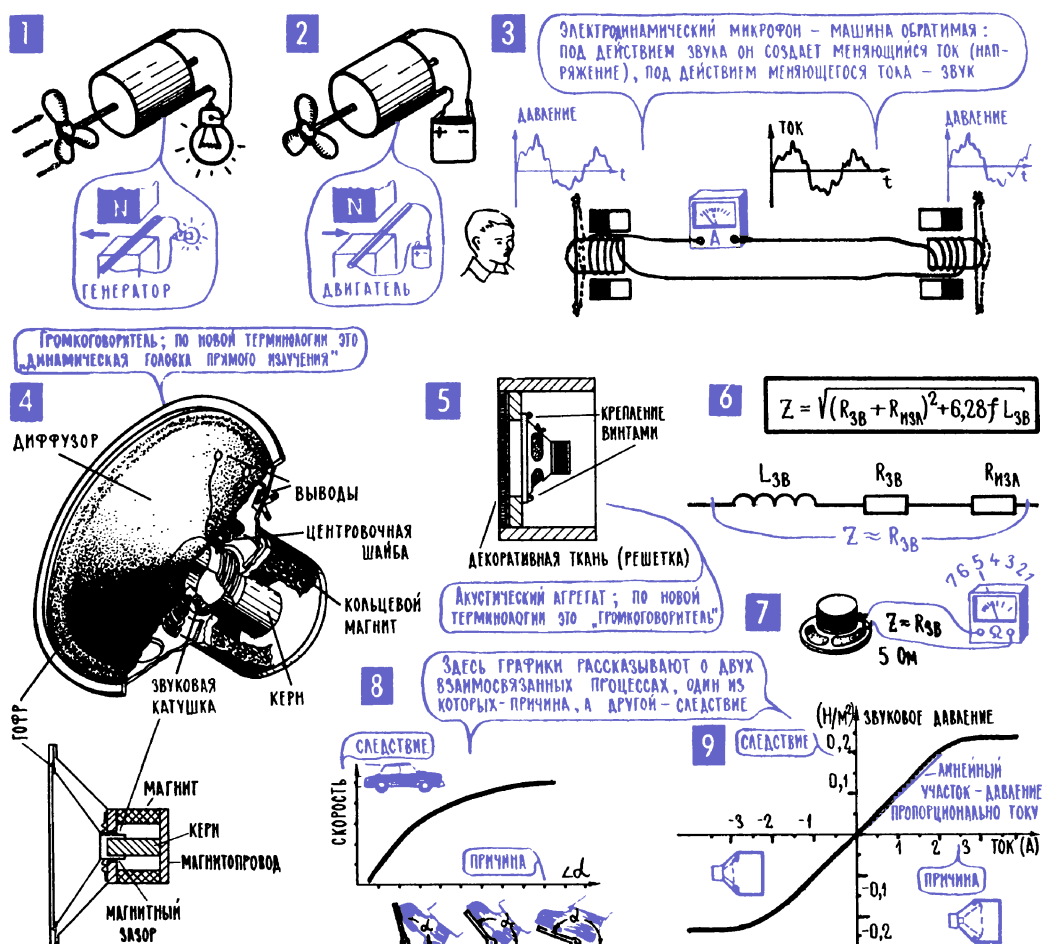
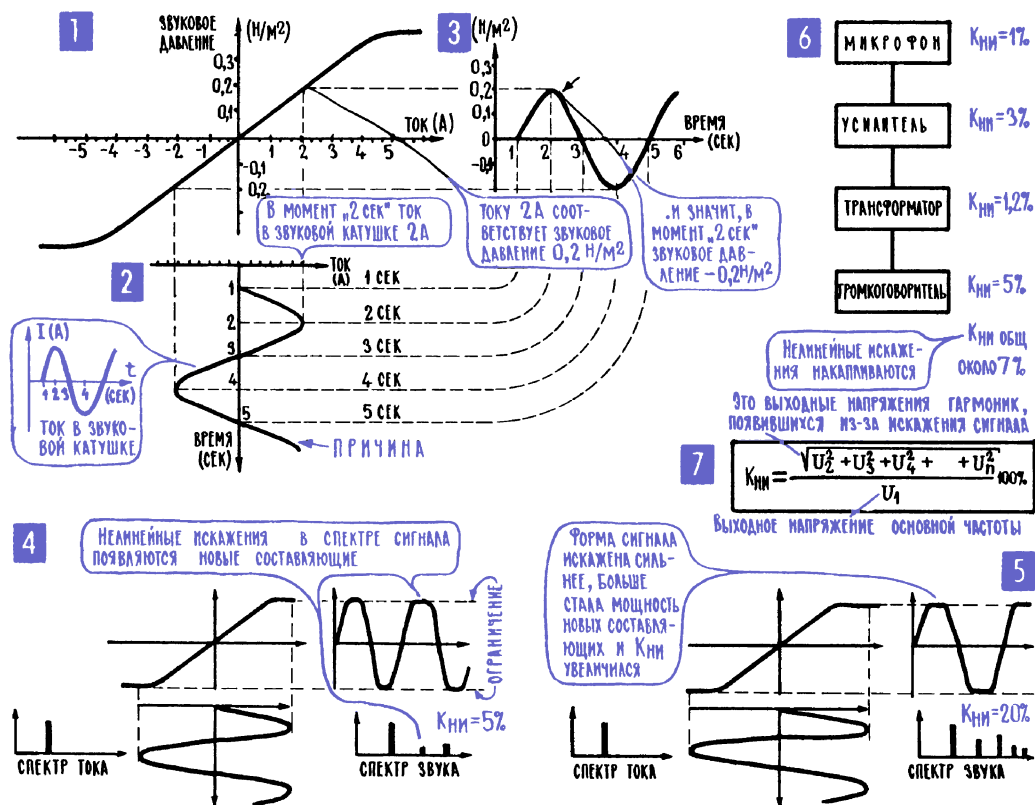

Рис. 8.6. Громкоговоритель (динамик) и его свойства
Рис. 8.7. Искажения в громкоговори́теле (динамике)
4. Громкоговоритель создает звуковую копию электрического сигнала. Многие типы электрических генераторов являются машинами обратимыми – они могут работать двигателями, если подать на них напряжение (см. далее рис. 8.6; 1, 2). Точно так же многие типы микрофонов могут производить обратное преобразование – создавать звуковые волны, используя энергию электрического сигнала. Если к определенным граням пьезокристалла подвести напряжение, то в результате все того же пьезоэффекта произойдет некоторая деформация кристалла. А если подвести к нему переменное напряжение, то деформация будет идти непрерывно, кристалл будет двигаться и излучать звуковые волны.
6. Основные детали динамического громкоговорителя: корпус, магнитная система, звуковая катушка, система подвеса катушки, диффузор. Устройство электродинамического громкоговорителя, или, короче, динамического громкоговорителя, или, еще короче, динамика, показано на рис. 8.6; 4. Недавно громкоговоритель стали называть динамической головкой прямого излучения, а название «громкоговоритель» передали мощным акустическим системам, в них обычно входит несколько таких головок, которые мы по старинке будем все же называть громкоговорителями – десятки лет существовало такое название, оно навсегда осело в миллионах радиолубительских книжек и статей.
7. Две важные характеристики громкоговорителя – сопротивление звуковой катушки и электрическая мощность. Чтобы громкоговоритель излучал звуковые волны, к его звуковой катушке нужно подвести низкочастотный электрический сигнал – переменное напряжение. Под действием этого напряжения по звуковой катушке пойдет низкочастотный переменный ток, он создаст магнитное поле катушки, оно начнет взаимодействовать с полем постоянного магнита, и катушка придет в движение. Каким будет этот ток, а значит, и интенсивность движения диффузора, зависит не только от напряжения. В соответствии с законом Ома это еще зависит от сопротивления звуковой катушки. Сопротивление это – характеристика сложная, его величину определяют несколько физических процессов. Здесь и обычное активное сопротивление проводов, и те затраты энергии, которые связаны с излучением звуковых волн, и, наконец, индуктивное сопротивление катушки – она, правда, содержит лишь несколько десятков витков, имеет небольшую индуктивность $L_{зв}$, однако на самых высших звуковых частотах и эта индуктивность создает заметное индуктивное сопротивление (гл. 6; 16, рис. 8.6; 6), которое прибавляется к чисто активному, как иногда еще говорят, омическому сопротивлению проводов катушки $R_{зв}$.
Общее сопротивление, которое образуется и чисто активным, и реактивным сопротивлением (индуктивным или емкостным, или обоими одновременно), называют комплексным сопротивлением и обозначают буквой z . Поскольку индуктивная составляющая комплексного сопротивления катушки $z_{зв}$, как и всякая другая индуктивная составляющая, меняется с частотой (гл. 6; 16), то и общее комплексное сопротивление катушки тоже меняется с частотой. В справочных данных сопротивление звуковой катушки $z_{зв}$ указывают для частоты 1000 Гц. Обычно оно всего на 10–20 % больше чисто активного сопротивления катушки, и поэтому, смирившись с некоторой погрешностью, можно считать сопротивлением звуковой катушки именно величину $R_{зв}$. Это очень удобно, потому что $R_{зв}$ можно легко измерить омметром (рис. 8.6; 7).
Шофер нажимает на педаль акселератора, или, как ее часто называют, педаль газа, и автомобиль набирает скорость. Первый из этих двух процессов (нажатие на педаль) есть причина, второй (увеличение скорости автомобиля) – следствие. Об их взаимосвязи можно рассказать словами или формулой, но проще всего с помощью графика. График (рис. 8.6; 8) покажет, что чем больше угол α отклонения педали, тем выше скорость автомобиля – водитель сильнее нажимает на педаль, в цилиндры двигателя поступает больше горючей смеси. Вначале с увеличением угла α скорость увеличивается довольно резко, но затем график идет все более полого. В значительной мере это объясняется тем, что с ростом скорости автомобиля возрастают разного рода потери энергии, например потери, связанные с завихрениями встречного воздуха. Да и мощность двигателя приближается к своему пределу.
Аналогичный график (рис. 8.6; 9) «причина – следствие» хорошо иллюстрирует и работу громкоговорителя. Причиной здесь будем считать ток в звуковой катушке, следствием – то избыточное давление воздуха, которое создает диффузор (гл. 8; 6). Для начала рассмотрим крайне упрощенную картину – диффузор помещен в небольшую замкнутую камеру и совсем уже напоминает поршень насоса. Чем больше ток в звуковой катушке, тем сильнее она втягивается в магнитное поле постоянного магнита, тем дальше выдвигается диффузор и тем, следовательно, больше давление перед ним. А если поменять направление тока (это обратное направление тока
В нашем конкретном примере (рис. 8.6; 9) линейный участок соответствует токам от -2 А до $+2$ А. За этими пределами, то есть при токах более сильных, чем $+2$ А и -2 А, характеристика загибается, становится нелинейной. Протяженность линейного участка практически и определяет ту электрическую мощность, которую можно подводить к громкоговорителю, а значит, и мощность излучаемого звука.
За основу берем характеристику «ток – давление» (рис. 8.6; 9, рис. 8.7; 1) именно она показывает, как зависит давление перед диффузором от тока в звуковой катушке, а значит, именно эта характеристика позволит узнать, каким будет звуковой сигнал, как будет меняться звуковое давление, если меняется ток.
К характеристике «ток – давление» пристыковываем график тока (рис. 8.7; 2), повернув его, положив его на бок с таким расчетом, чтобы ось тока этого графика совмести́лась с осью тока на характеристике «ток – давление» (рис. 8.7; 1). Эта операция – всего лишь стремление к удобству: теперь мы сможем легко и быстро от одного графика переходить к другому, для этого достаточно провести между ними короткую пунктирную линию. Отметим, например, что в момент 2 с ток в звуковой катушке равен 2 А, и тут же перейдем к характеристике «ток – давление», определим, что под действием тока 2 А громкоговоритель создаст звуковое давление 0,2 Н/м². И подведем итог – в момент 2 с перед диффузором будет давление 0,2 Н/м². Отсюда уже остается буквально один шаг до графика звукового сигнала. Пристыкова́в к характеристике «ток – давление» две перпендикулярные
оси (рис. 8.7; 3), будем определять звуковое давление для разных моментов времени и строить график звукового сигнала.
11. Нелинейные искажения: в спектре сигнала появляются посторонние составляющие. Совмещенные графики – характеристики «ток – давление», график тока и график звука – подробно рассказывают, как создается звуковой сигнал и каким он получается. Говорят они, в частности, о том, что частота звука равна частоте тока, что с увеличением амплитуды тока растет и амплитуда звукового сигнала, что характер изменения звука, форма его графика, в точности повторяет график электрического сигнала (рис. 8.7; 2, 3).
Этот последний вывод, однако, справедлив только в случае, если ток не выходит за пределы линейного участка характеристики «ток – давление». Если же ток заходит в область загибов этой характеристики, то прямая пропорциональная зависимость между током и давлением нарушается, и график звука уже становится непохожим на график тока (рис. 8.7; 4, 5). Такое искажение сигнала называется нелинейным.
12. Коэффициент нелинейных искажений показывает, какой процент общей мощности приходится на долю посторонних составляющих. Чтобы оценить, насколько же сильно искажается сигнал, можно просуммировать всю появившуюся «грязь», просуммировать мощность всех новых, никому не нужных составляющих и посмотреть, каков удельный вес этой мощности в выходном сигнале. Именно об этом и говорит коэффициент нелинейных искажений – $K_{ни}$. Чтобы определить его, на вход устройства (в данном случае речь идет о громкоговорителе, но, как мы скоро увидим, нелинейные искажения могут возникать и в других элементах электронной аппаратуры) подают чистую синусоиду, а на выходе раздельно измеряют мощность этой синусоиды и мощность гармоник, которые появились в результате нелинейных искажений. Определенное соотношение этих мощностей (рис. 8.7; 7), выраженное в процентах, и есть коэффициент нелинейных искажений $K_{ни}$. Чаше $K_{ни}$ выражают не через мощности, а через звуковое давление, от которого, как известно, и зависит мощность звука.